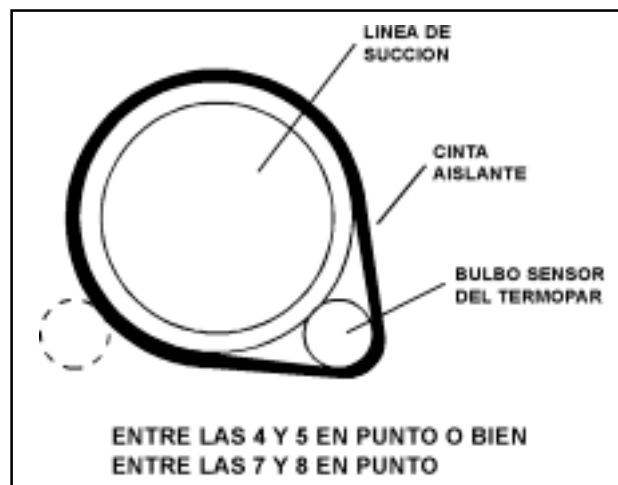

Figura 5.1 - Cómo ubicar el termopar en la línea de succión para medir el sobrecalentamiento.
- Fije un termopar en la línea de succión horizontal, en una posición entre el 4 y el 5 del reloj (o bien entre el 7 y el 8), como se muestra en la figura 5.1, a una distancia de por lo menos 15 cm del compresor.